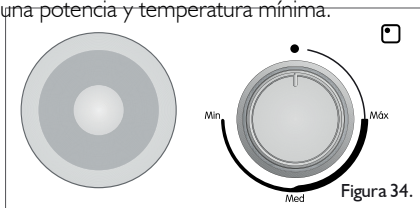

Figura 34.
- Para apagar totalmente el plato blindado, la perilla debe quedar en la posición de APAGADO (Ver figura 34).